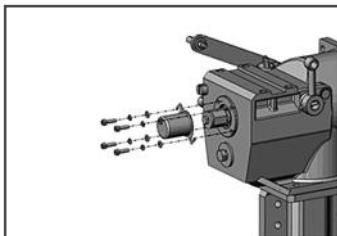

Рис. 2 Демонтаж крышки вала отбора мощности
- Снять крышку вала отбора мощности (Рис. 2).